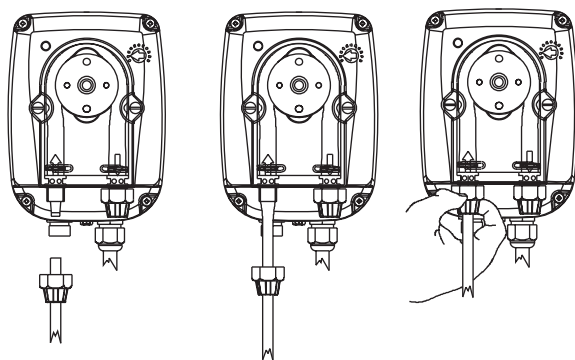

Fig. 6
- d.- Inserire fino in fondo i tubetti sui relativi attacchi conici e bloccarli con le apposite ghiere di fissaggio (Fig. 6).